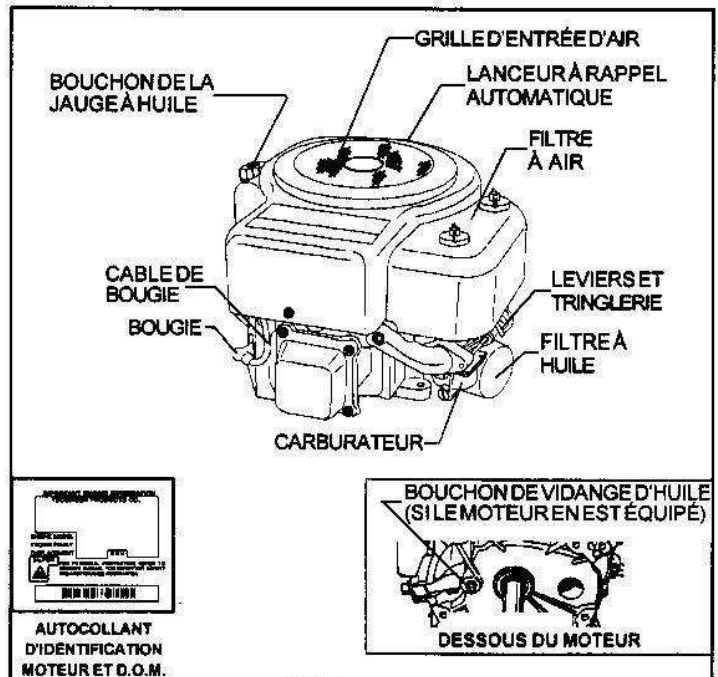

FIGURE 1
- Nettoyer autour du bouchon de remplissage d'huile (voir Figure 1).
- S'assurer que le fil haute tension est relié à la bougie d'allumage (Figure 1).
- S'assurer que l'interrupteur d'allumage du moteur et/ou le levier de commande du moteur ou de la machine est sur « MARCHE » (ON), « FONCTIONNEMENT » (RUN) ou « DÉMARRAGE » (START).